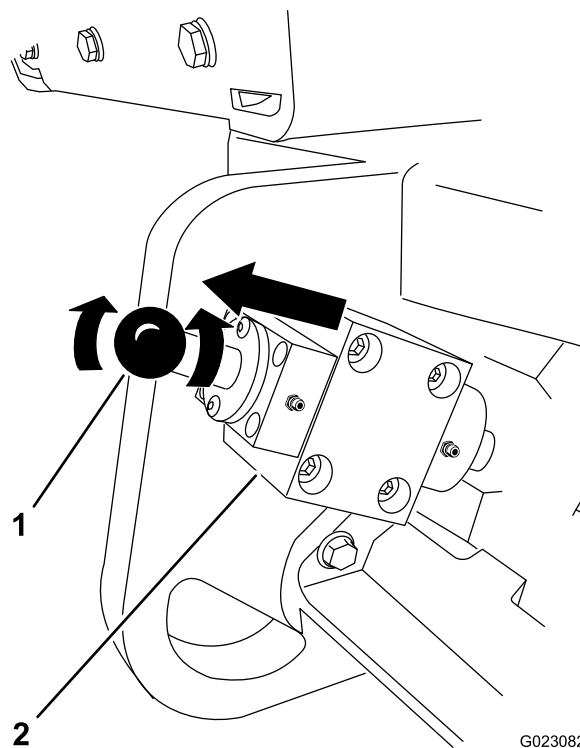

Figure 29
5. Tirez légèrement sur le pommeau du frein de stationnement et tournez-le d'environ 90° dans le sens horaire ou jusqu'à ce que le plongeur soit desserré (Figure 29).
- Tirez à fond sur la poignée du frein de stationnement et tournez-la d'environ 90° dans le sens horaire ou jusqu'à ce que le frein s'enclenche en position levée-verrouillée (Figure 29).